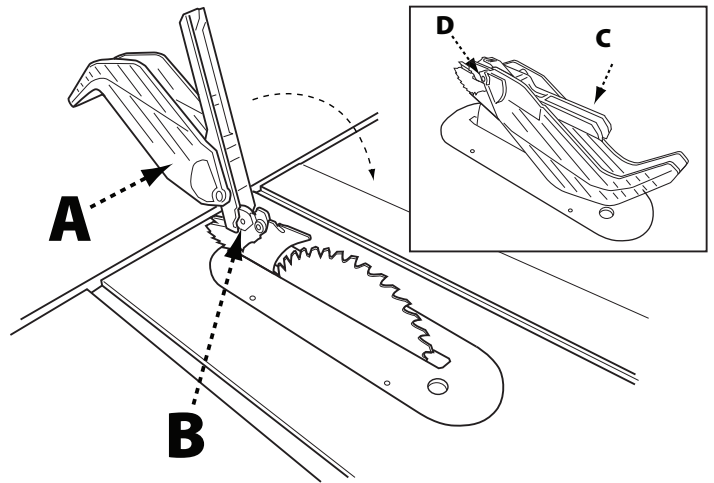

FIGURA 10
1. Al tiempo que sostiene el ensamblaje de guarda para hoja (A) en posición vertical, enganche el pasador de posicionamiento (B) situado en la parte posterior del ensamblaje de guarda para hoja dentro de la ranura situada en el borde posterior del separador.
2. Gire el ensamblaje de guarda para hoja hacia la parte frontal de la sierra hasta que la parte metálica (C) del ensamblaje de guarda para hoja esté paralelo con la mesa como se muestra en la Figura 10.
3. Al tiempo que sujeta la parte frontal de la parte metálica de la guarda (C) presione la palanca de bloqueo de la guarda para hoja (D) hacia abajo hasta escuchar un chasquido para trabarla en su lugar. Verifique que la guarda esté enganchada al separador jalando de la misma. Si la guarda no está sujeta, la palanca de bloqueo de la guarda para hoja se levantará a la posición de desbloqueo.